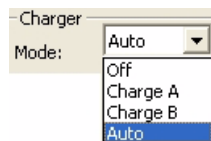

Рисунок 2-13. Charger-Mode
6. В раскрывающемся списке **Mode** поля **Charger** можно задать режим зарядки батарей (Рис. 2-13):